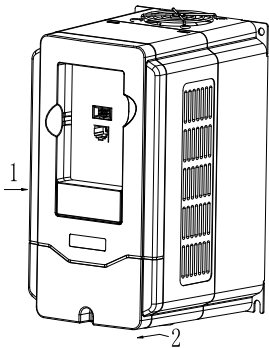

图 3-5 盖板的拆卸
- ◆ **拆卸**:用十字螺丝刀把固定面板螺钉卸下来,即可卸下面板,如图 3-5 所示。